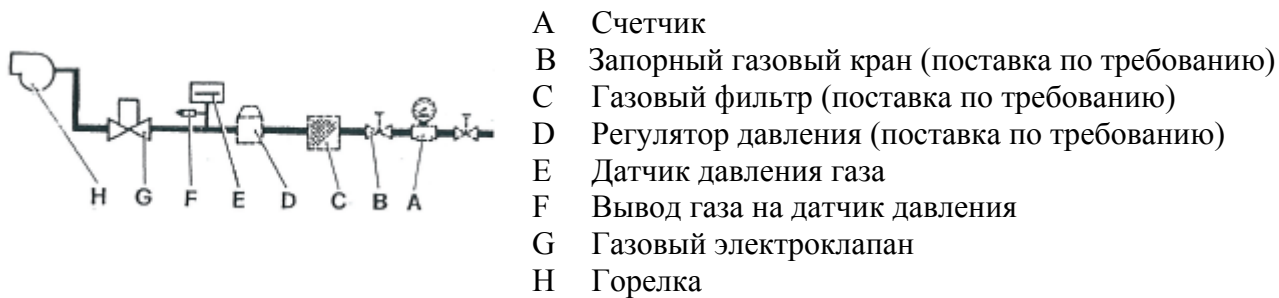
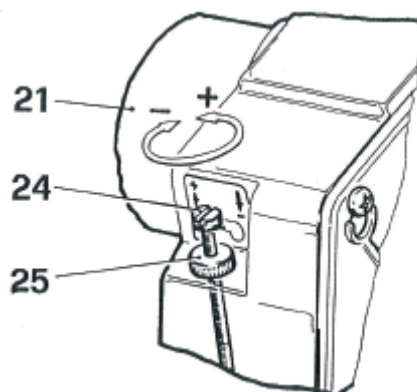
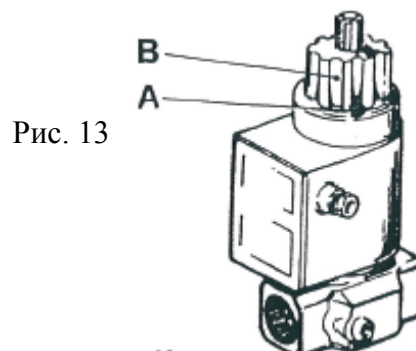

Рис. 5
Рис. 9
Рис. 13
- форсунка (28), установленная на горелке, имеет пропускную способность, соответствующую котлу
- воздух спущен из газового трубопровода через выпускной патрубок давления (F) (Рис. 5)
- Закройте запорный газовый кран (B) (Рис. 5).
- Спустите из трубопровода газ, ослабив выпускной патрубок давления (F) (Рис. 5)
- Нажмите кнопку сброса блокировки (17).
- Откройте запорный газовый кран (спустите воздух из выпускного патрубка давления (F) (Рис. 5).
- После включения горелки отрегулируйте расход газа регулятором (см Рис. 13) и количество поступающего воздуха поворотом винта (24) (Рис. 9).
- Следите за расходом газа по счетчику (А) (Рис. 5) газовой компании.